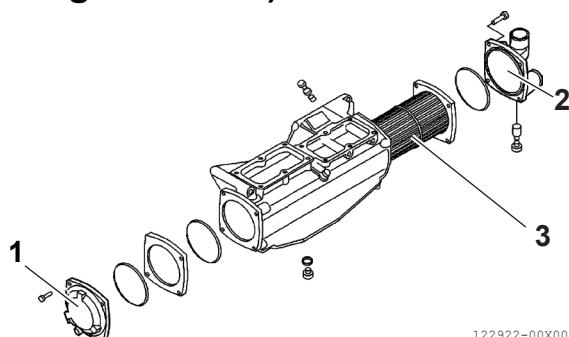

Figura 16
- Retire las cubiertas (**Figura 16 [1]**) y (**Figura 16 [2]**) en el banco o en un lugar adecuado.
- Extraiga el conjunto de tuberías (**Figura 16 [3]**).